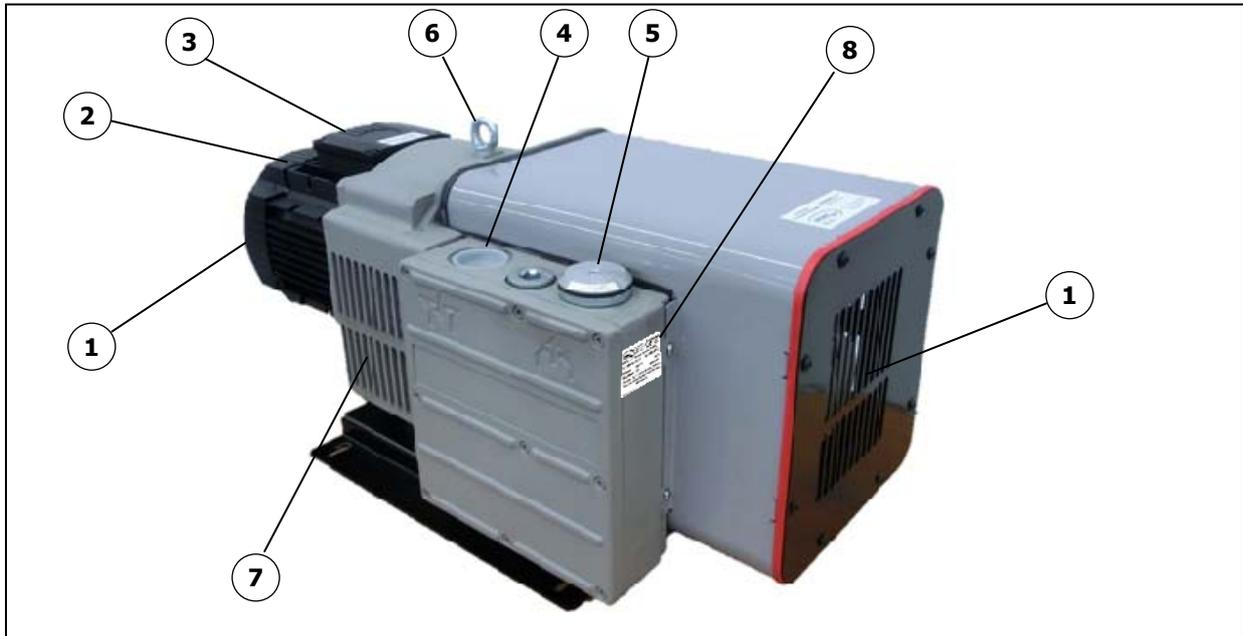

Abb. 4 ZIRKON V Hauptbauteile
Die Maschinen der ZIRKON Baureihe haben saugseitig und abluftseitig jeweils ein Anschlussgewinde (Abb. 4, Pos 4 und 5). Die angesaugte Luft wird durch ein eingebautes Mikro-Feinfilter gereinigt.
Alle Maschinen der Baureihe dürfen nur an der dafür vorgesehenen Transportöse eingehängt werden (siehe Pos. 6, Abb. 4).
Alle aufgeführten Bauteile mit Positionsnummer beziehen sich auf die Illustration, Abb. 4 auf Seite 12.
1. Anschluss Vakuumleitung, Abb. 4 Pos. 4
1. Motor starten und Drehrichtung über den Drehrichtungspfeil auf dem Gehäuse überprüfen, siehe Abb. 4 Pos. 2.
2. Saugleitung anschließen, an Pos. 4 Abb. 4. Hinweis: Ist die Vakuumpumpe durch eine Leitung von mehr als 3 m Länge mit dem Verbraucher verbunden, empfehlen wir den Einbau eines Rückschlagventils zwischen Pumpe und Leitung. Damit wird ein Rückwärtslauf nach dem Abstellen vermieden.